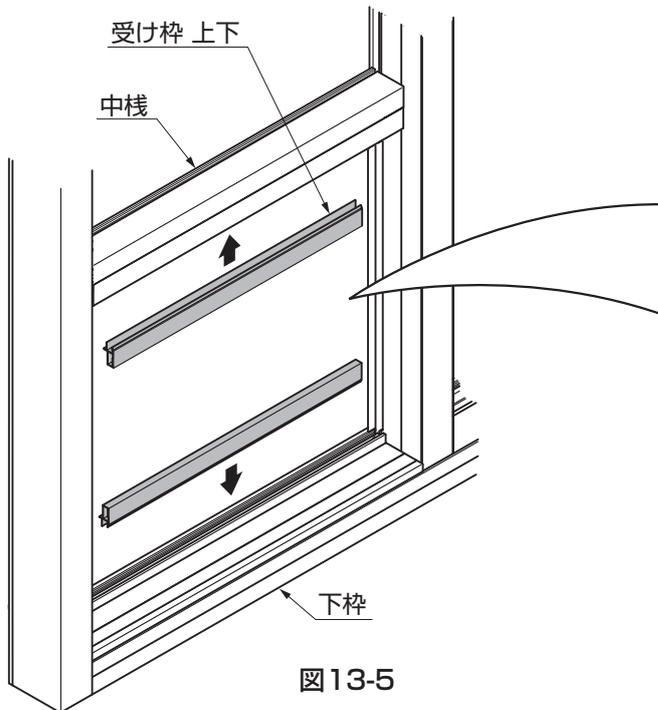

図13-5
- ③ 受け枠 上下を中棧とパネル下枠にはめ込んでください。(図13-5参照)